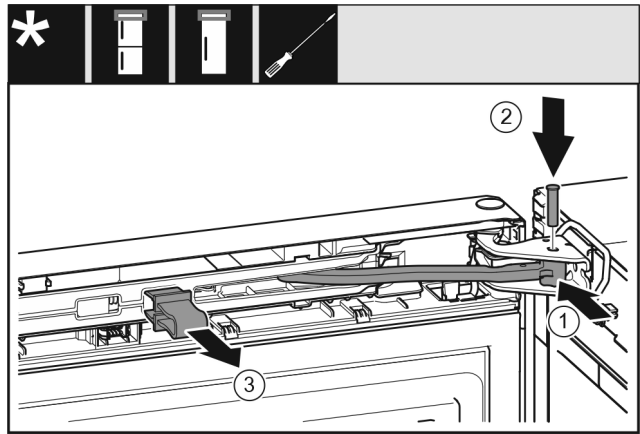

Fig. 26
- ▶ Drej leddet i hængselkonsollen. *Fig. 26 (1)*
- ▶ Sæt boltten i hængselkonsol og led. Sørg for, at låsekammen sidder korrekt i noten. *Fig. 26 (2)*
- ▶ Tag sikringen af. *Fig. 26 (3)*